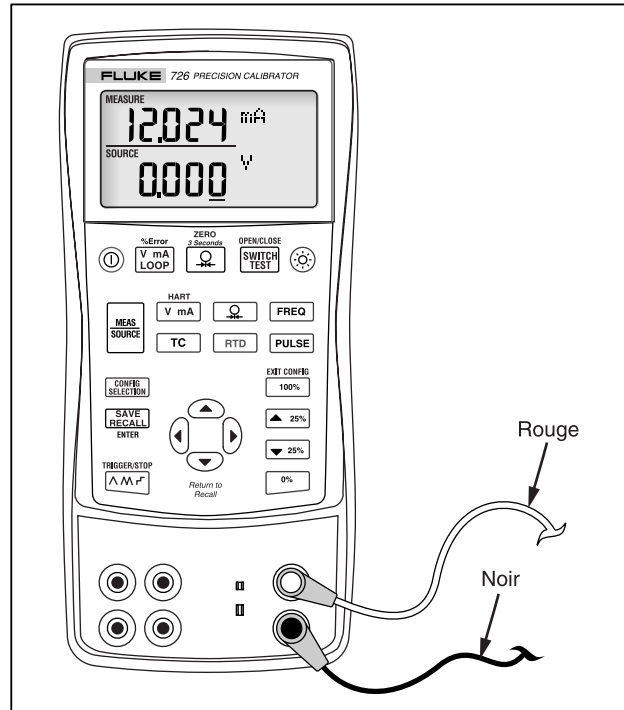

Figure 7. Mesure du courant ou de la tension en sortie
2. Branchez les cordons suivant la figure 7.